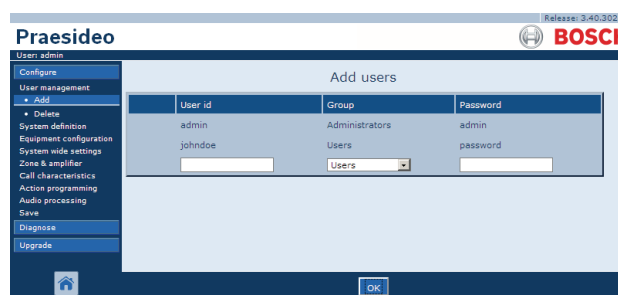

Abb. 41.4: Neue Benutzer definieren, Schritt 5
- 5 Klicken Sie auf die Schaltfläche *OK*, um das neue Benutzerkonto zu aktivieren. Im Mainframe der webbasierten Benutzeroberfläche erscheint ein Bildschirm, der dem in Abb. 41.4 ähnelt.